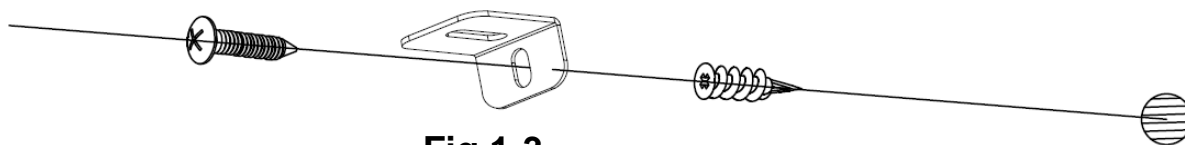

Fig 1-3
C. Zamontuj plastikową kotwę (C) w suchej ścianie, następnie zamontuj dłuższą śrubę (B) (w zestawie) przez otwór we wsporniku w kształcie litery „L” w kotwi, aby przymocować palenisko do ściany. (Fig 1-3)